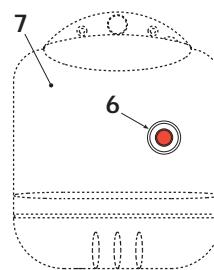

fig. 1
Para apagar, operar en el interruptor 5 (fig. 1) situado el panel de mandos, disponerlo en "0" y proceder a cerrar la válvula de interceptación del combustible.
- a Bloqueo del quemador (señalizado mediante el correspondiente chivato 6 (fig. 1) Consultese el manual del quemador.